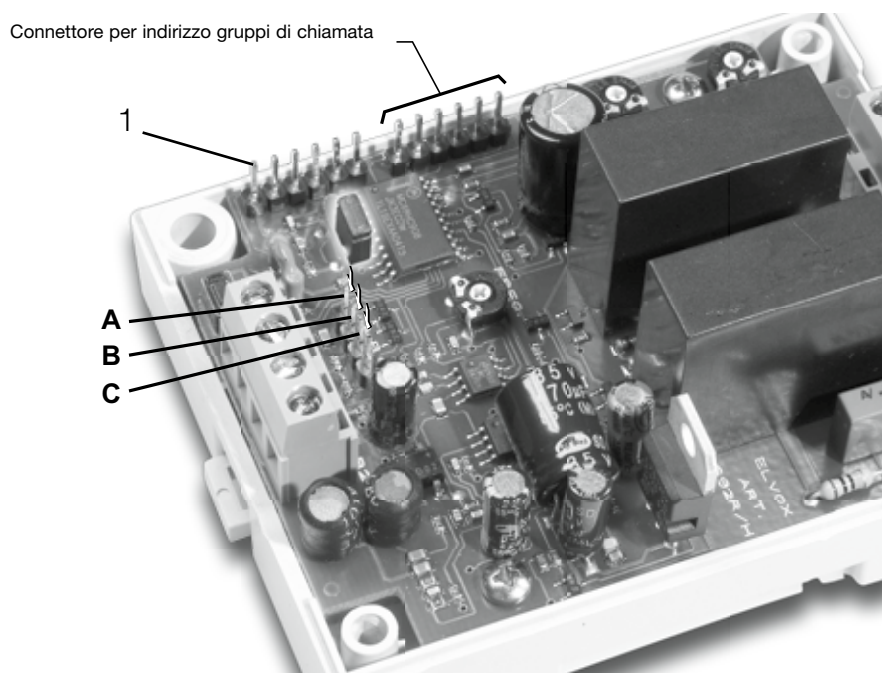

Fig. 2
2. Posizionare gli altri due ponticelli in dotazione, su ID0 ed ID1 in modo da selezionare il gruppo di cui si intende ripetere la chiamata (vedi Tab. 1 e Fig. 2)
3. Posizionare gli altri due ponticelli in dotazione, su ID0 ed ID1 in modo da selezionare l'indirizzo del gruppo chiamante che si vuole eliminare (tab1 e fig. 2)